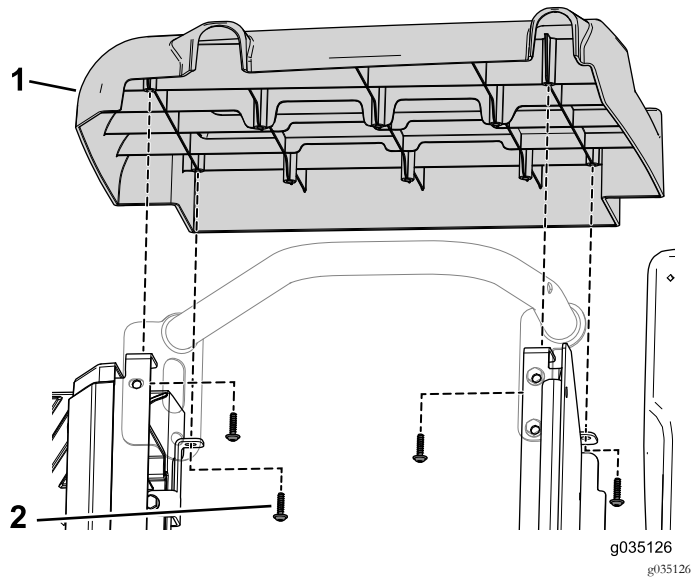

Bild 89
10. Befestigen Sie die rechte Abdeckung mit den vier Blechschrauben am Sitz (Bild 89).